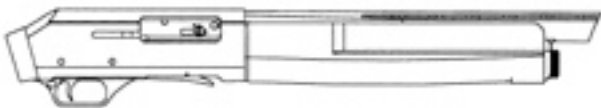

Figura 5.
- 4) Inserite nuovamente l'astina. (figura 5)